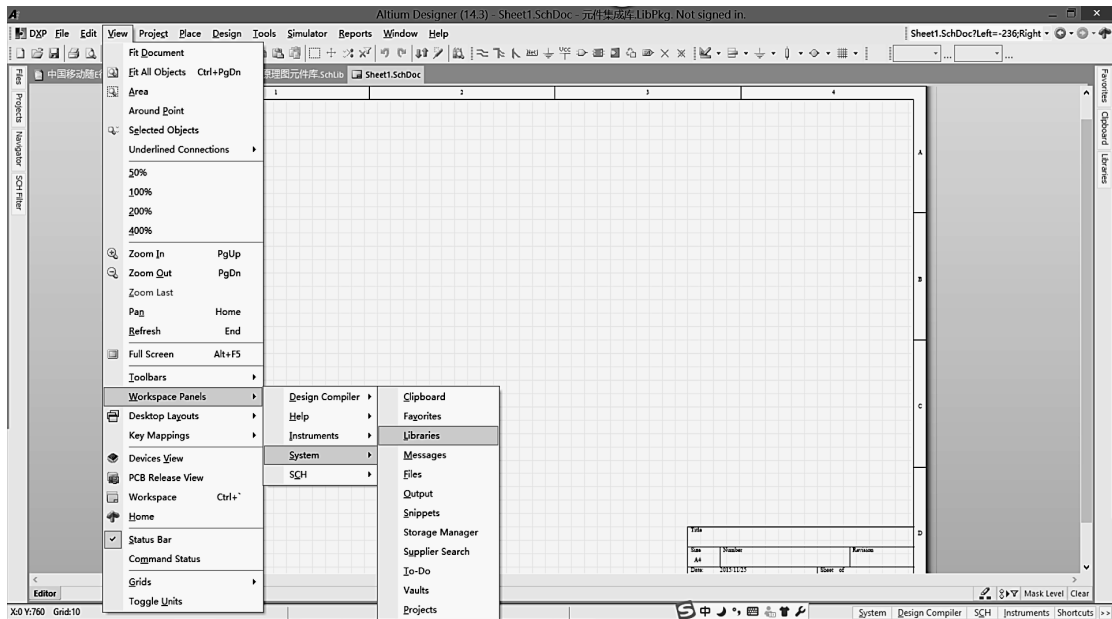
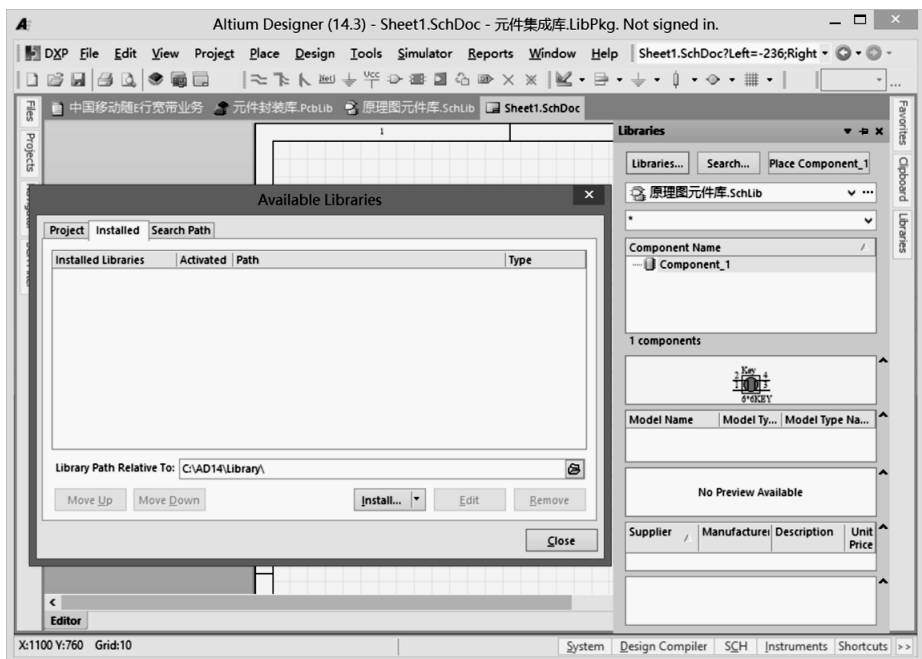

图 9-7-21 执行菜单命令 View→Workspace Panels→System→Libraries
图 9-7-22 Libraries 库面板
(1) 单击 Libraries 库标签或执行菜单命令 View→Workspace Panels→System→Libraries，如图 9-7-21 所示，弹出 Libraries 库面板，如图 9-7-22 所示右侧区域。